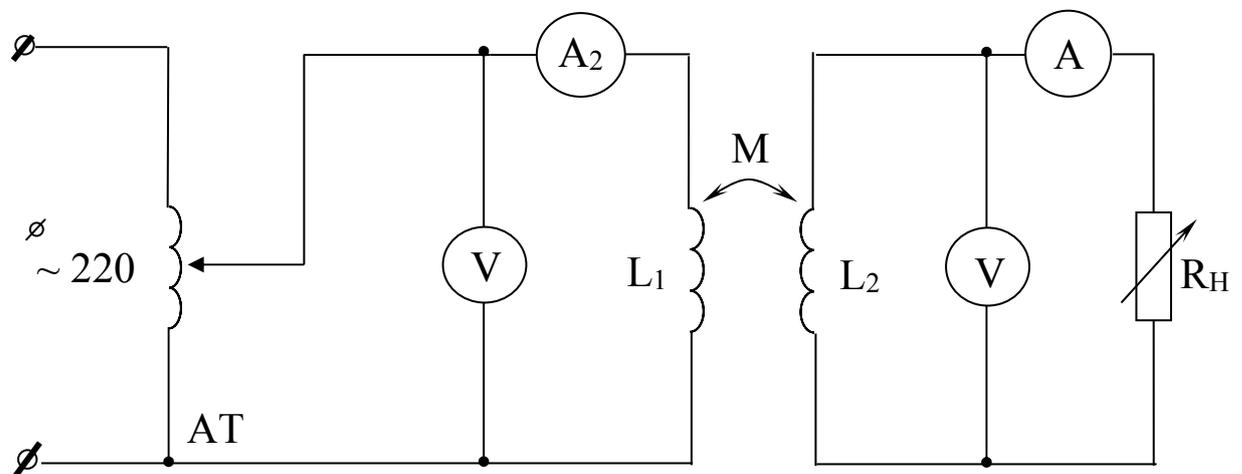

Рисунок 5.7 – Схема воздушного трансформатора
3.1. Собрать электрическую схему (рисунок 5.7) и предъявить преподавателю для проверки